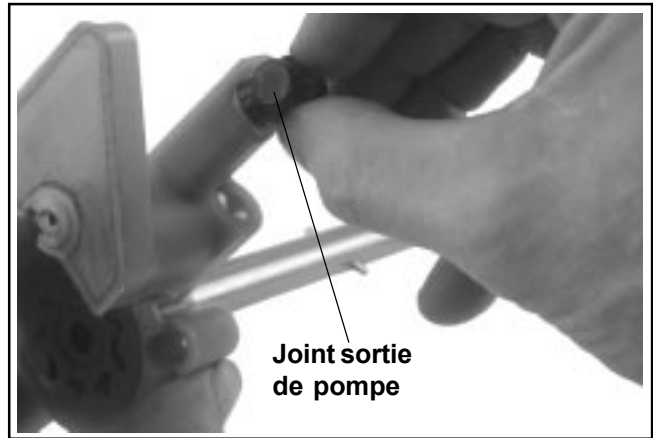
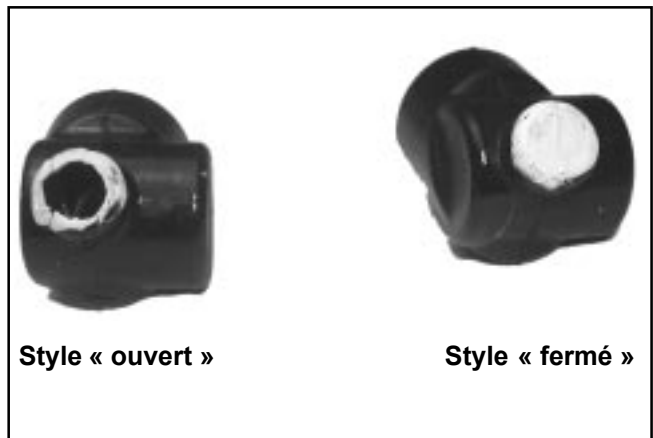

Figure 10-8. Installation du joint dans la sortie de la pompe à huile.
Figure 10-9. Joints dans la sortie de la pompe à huile.
4. Huiler légèrement les extrémités du joint en caoutchouc situé sur la sortie de la pompe à huile et installer le joint dans la sortie de la pompe. Voir la Figure 10-8. Certains modèles utilisent un joint solide sans passage d'huile et le vilebrequin est percé transversalement afin de fournir de l'huile au roulement inférieur. La Figure 10-9 montre ces deux types de joints. Si un nouveau joint a été commandé, vérifier qu'il convient au moteur.